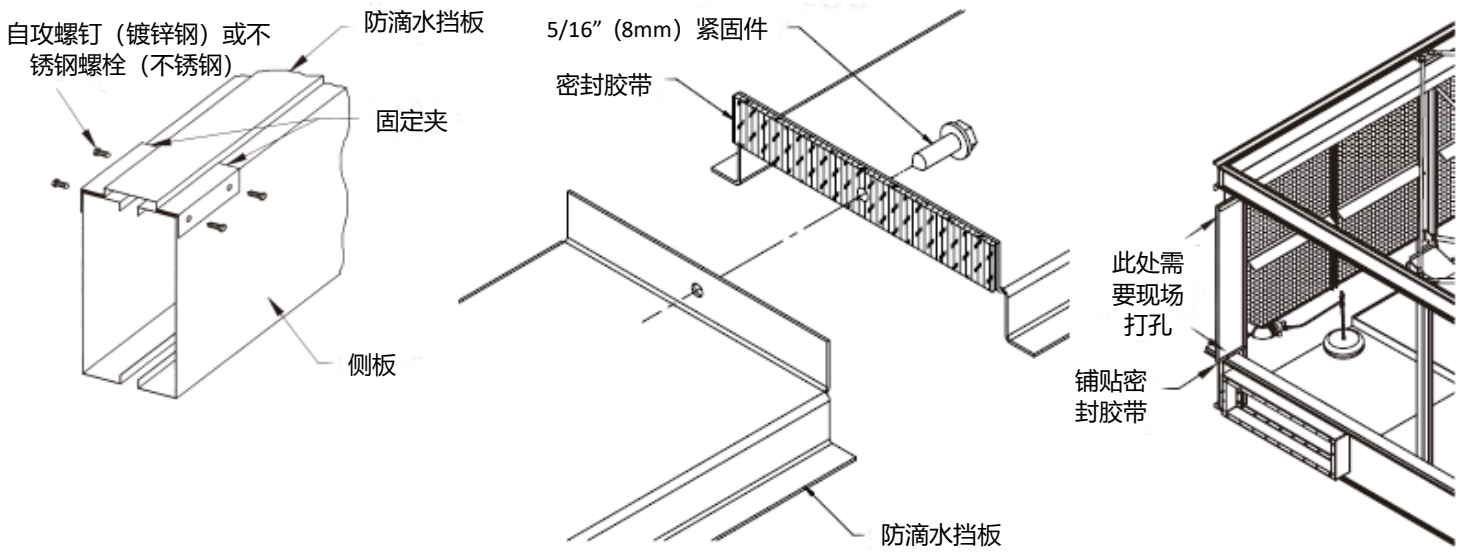

图3a - 防滴水挡板和竖直的防溅水挡板的安装
2. 在与防滴水挡板对接的表面上铺贴单层密封胶带（如图3a所示）。将多个防滴水挡板端部对端部紧紧拧在一起。把5/16"（8mm）的自攻螺钉穿过端部的大孔，进入和端部连在一起的小孔。不锈钢机组使用5/16"（8mm）的不锈钢螺栓和螺母。